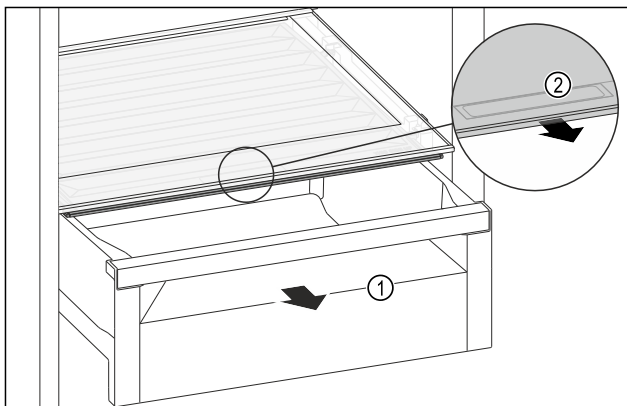

Fig. 126
- Schubfach Fig. 126 (1) herausziehen.
- Griffmulde Fig. 126 (2) am Fachdeckel anfassen und Fachdeckel gleichzeitig nach vorne ziehen.